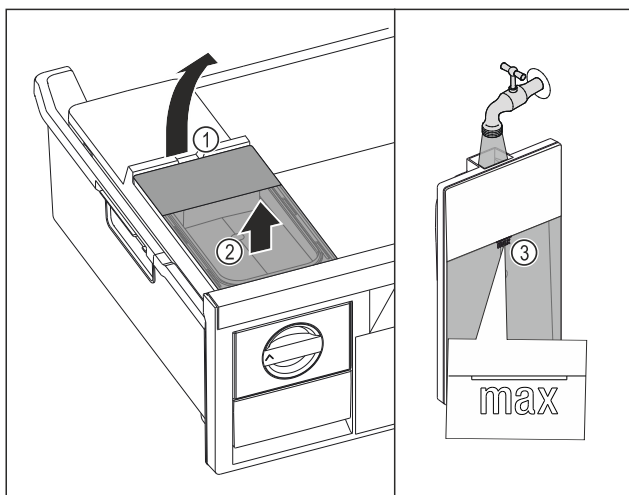

Fig. 71
- Lyft vattenbehållaren i fördjupningen Fig. 71 (1).
- Ta ut vattenbehållaren uppåt. Fig. 71 (2)
- Fyll vattenbehållaren med dricksvatten upp till markeringen Fig. 71 (3).